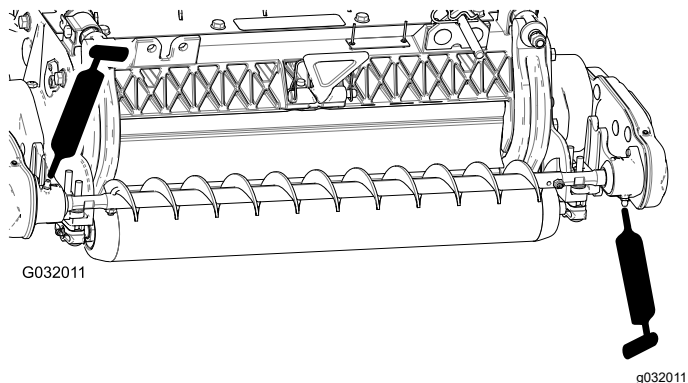

Bild 18
3. Fetten Sie die Schmiernippel an jedem Lagergehäuse der Rollenbürste mit Nr. 2 Allzweckfett auf Lithiumbasis ein (Bild 18). Wischen Sie überschüssiges Fett ab, besonders um die Ausschlussdichtungen.